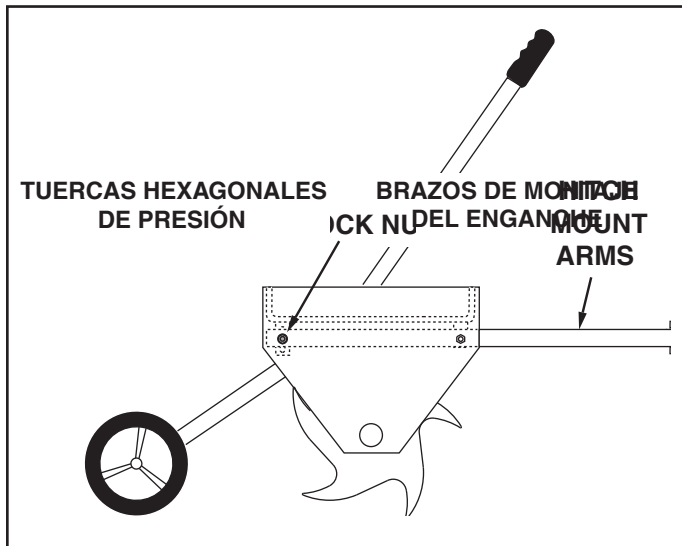

FIGURA 16
1. Para nivelar la bandeja de espigas después de que el aireador sea colocado en el enganche del tractor, afloje las tuercas hexagonales de presión que aseguran los brazos de montaje del enganche a los soportes en la parte posterior de la bandeja. Trate de nivelar la bandeja lo más posible y vuelva a apretar las tuercas. Vea la figura 16.